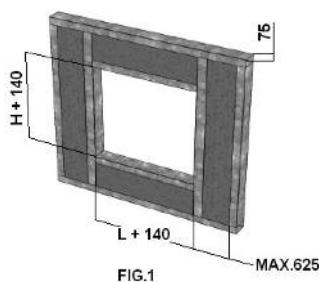

FIG.1
- 2 - Prevedere nella struttura metallica della parete un vano avente dimensioni L x H maggiorate di 140 mm rispetto alle dimensioni nominali della serranda. La struttura metallica dovrà rispettare le misure indicate in figura. Riempire gli spazi liberi della struttura metallica con lana minerale avente spessore 60 mm e densità minima di 100 kg/m³ (fig.1)